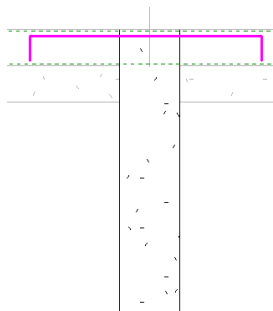

图 13-53 绘制轮廓
(5) 打开如图 13-52 所示的“修改 | 创建弯曲轮廓”选项卡，利用绘图工具绘制如图 13-53 所示的钢筋轮廓。